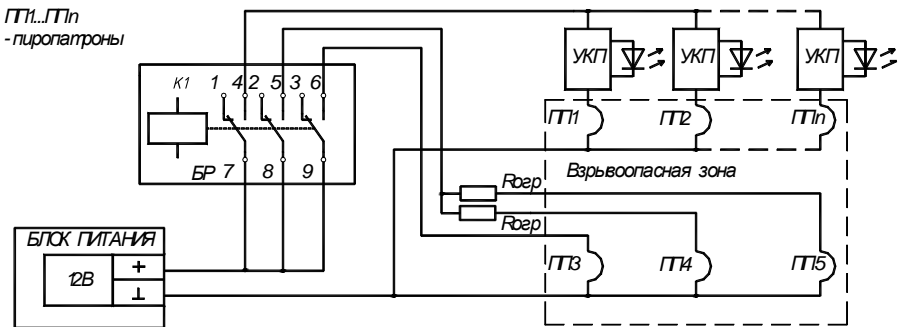

Рис. 2.10. Пример подключения пиропатронов к БР
2.4.7.2 Подключение пиропатронов к выходу БР можно произвести разными способами. Пример подключения приведен на рис.2.10. Для контроля целостности цепи подрыва, рекомендуется устанавливать устройство контроля пиропатрона (УКП). Некоторые типы пиропатронов имеют низкое сопротивление узла инициатора, в этом случае рекомендуется производить подключение через индивидуальный токоограничительный резистор ($R_{огр}$), номинальное сопротивление и мощность которого выбирают исходя из ограничения максимального тока через контакт реле, который не должен превышать значения указанного в п.1.2.15.5.